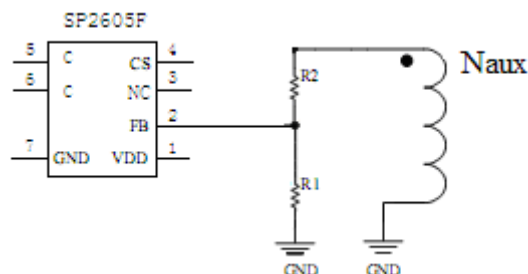
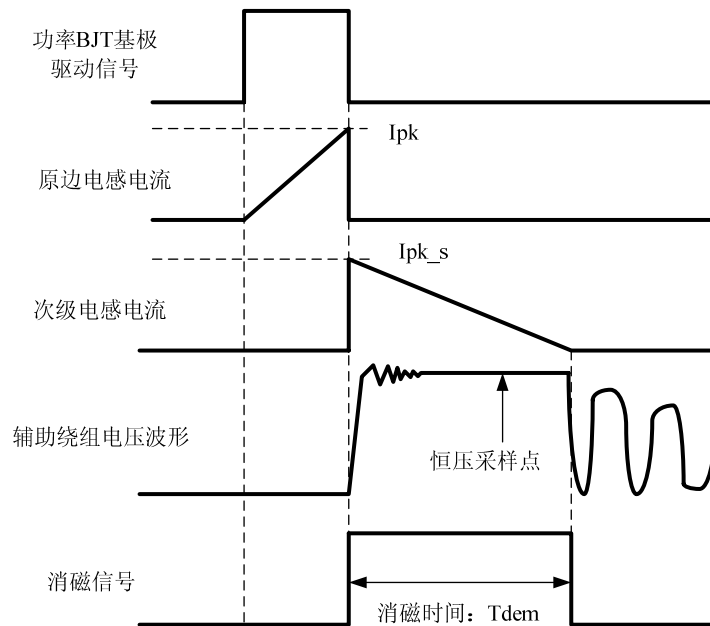

图 2 线缆压降补偿示意图
图 3 恒流 / 恒压控制示意波形
恒压模式下，结合图 2 可以发现，辅助绕组电压反映了输出电压值，通过 R1 和 R2 可以检测辅助绕组反馈电压的平台值（如图 3）并反馈到 IC 的 FB 脚，FB 电压与参考电压之间的差值通过误差放大器放大后去控制开关信号从而实现稳定的输出电压 V_o ，其表达式如下
在 (2) 式中， P_o 是输出功率， V_o 和 I_o 分别是系统输出的电压和电流， η 是系统的变换效率， L_p 是变压器的原边电感， I_{pk} 是在一个开关周期内的原边电感电流峰值， f_s 是系统开关频率，图 3 所示波形说明了系统在一个开关周期内的工作过程：控制器通过辅助绕组在每个周期内产生一个消磁信号 T_{dem}
SP2605F 用于手机充电器时，手机电池处于充电器线缆的末端，这样实际上电池与线缆前端的电压会有压降。为此，SP2605F 内置了线缆压降补偿功能来提高系统的负载调整率，如上图 2 所示。补偿电流的大小与负载电流大小反向变化，实现线缆压降补偿。最大的补偿比是